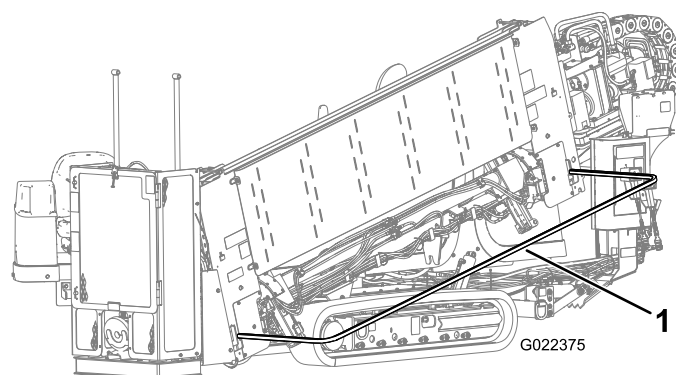

Figura 78
4. Abaixe a barra de segurança de pedestres e fixe-a em sua posição (Figura 78).